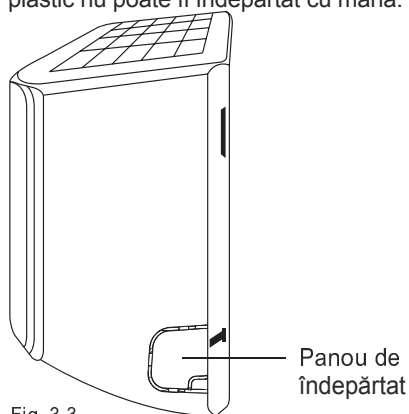

Fig. 3.3
2. Dacă orificiul din perete se află în spatele aparatului, păstrați panoul la locul său. Dacă orificiul din perete se află într-o parte față de unitatea interioară, îndepărtați panoul de plastic din lateralul aparatului. (Consultați Fig.3.3). Acest lucru va crea un locaș prin care conducta poate să iasă din aparat. Utilizați clești cu vârf ascuțit dacă panoul din plastic nu poate fi îndepărtat cu mâna.